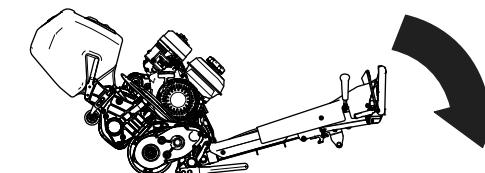

Figure 4
1. Abaissez le guidon du groupe de déplacement au sol pour accéder à l'unité de coupe (Figure 4).